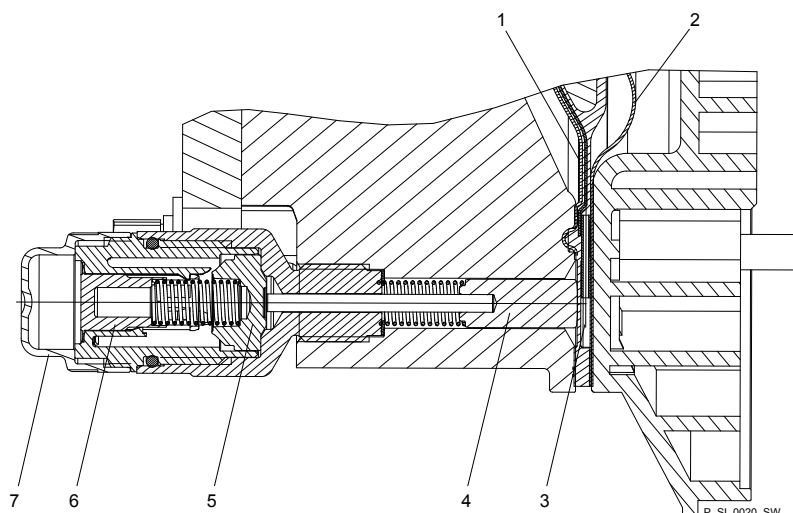

Fig. 44: Sección de la indicación de rotura de la membrana Sigma (versión de "Indicador de rotura óptico")
2. Si los émbolos del sensor de rotura de la membrana (véase Fig. 44, pos. 4) se humedecen o se ensucian, limpie el émbolo y el orificio en el que ingresa.